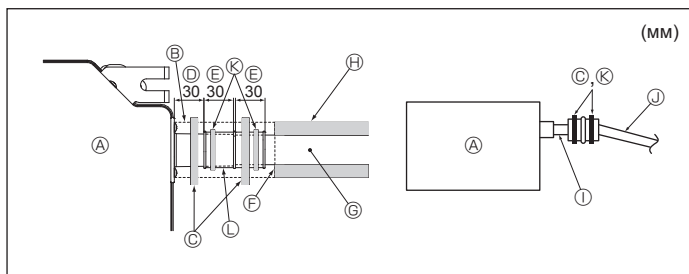

Fig. 6-2
1. Під'єднайте дренажне гніздо (поставляється в комплекті з блоком) до дренажного отвору. (Fig. 6-2)